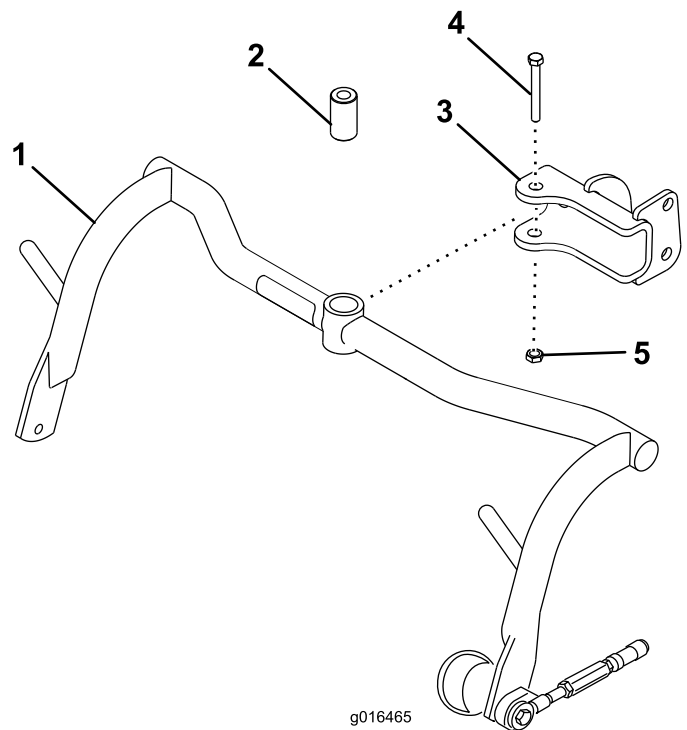

Bild 8
1. Befestigen Sie einen Trägersrahmen mit einem Distanzstück, einer Schraube (1/2" x 3-1/4") und einer Sicherungsmutter (1/2") an jeder Lastöse (Bild 8). Ziehen Sie sie auf 91-113 N-m an.